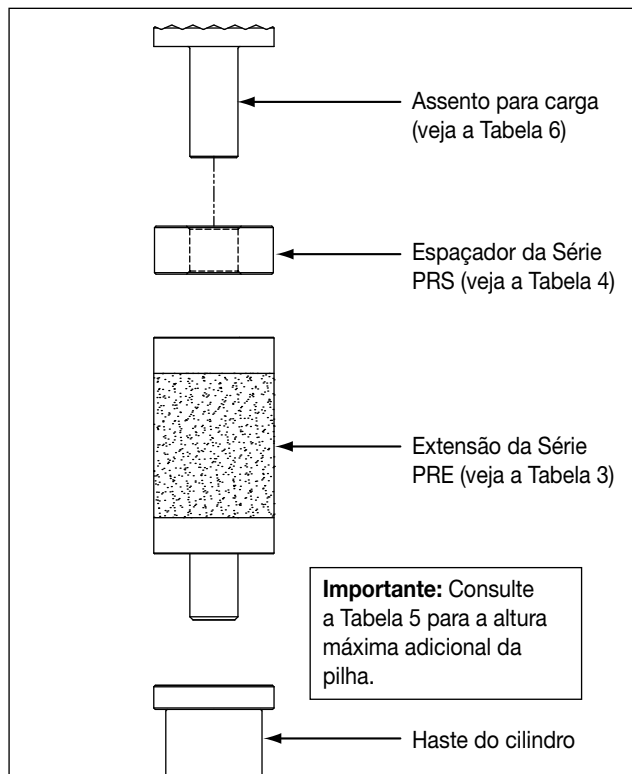

Figura 5, instalação da extensão e do espaçador (típico)
5.6 Instruções para Empilhamento - Extensões e Espaçadores (Veja a Figura 5)